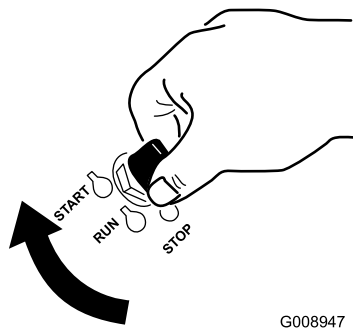

Figura 14
1. Gire la llave de contacto a la posición de Arranque (Figura 14).